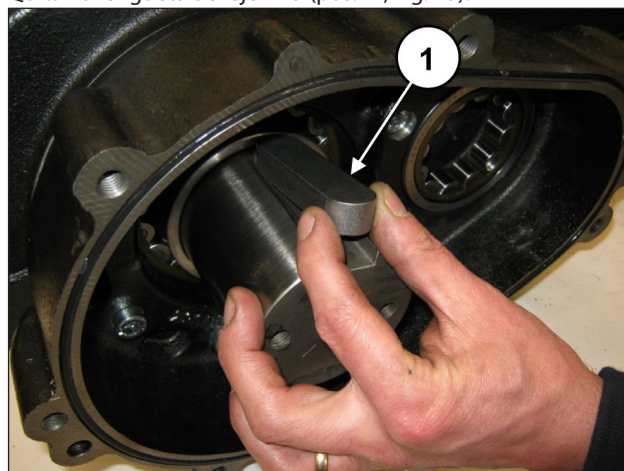

Fig. 15
Quitar la lengüeta del eje PTO (pos. ①, Fig. 15).